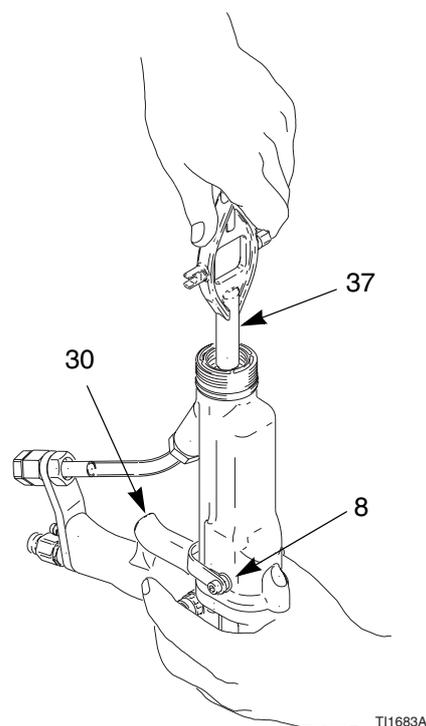

Fig. 26. Desmontaje de la empaquetadura del fluido
4. Retire los tornillos del gatillo (8) y el gatillo (30). Vea FIG. 26.
5. Desmonte la aguja (26), usando la herramienta multiusos (37).